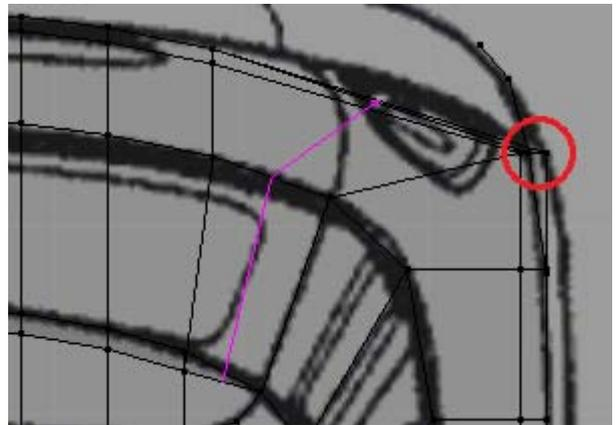

Figura 4.79
8. Na janela Top Ortho, insira um contorno na zona do farolim traseiro, **[Alt]+[RMB]** sobre um aresta do contorno da esquina e **[Ctrl]+[R]**, figura 4.79.